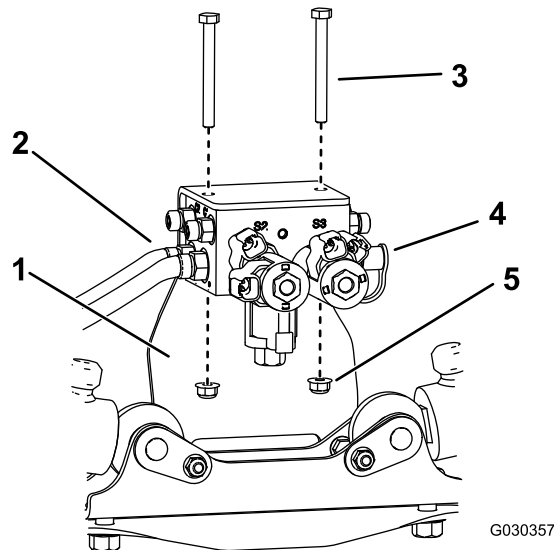

Рисунок 2
3. Ослабьте два гидравлических соединителя с правой стороны и соединительный патрубок манометра с левой стороны блока гидравлического коллектора (Рисунок 2).
4. Демонтируйте блок гидравлического коллектора с монтажного кронштейна (Рисунок 2).
5. Демонтируйте два гидравлических соединителя и соединительный патрубок манометра с гидравлического коллектора и сохраните их (Рисунок 2).